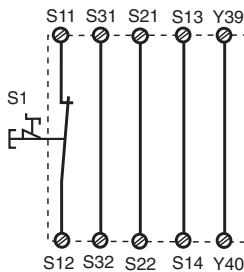
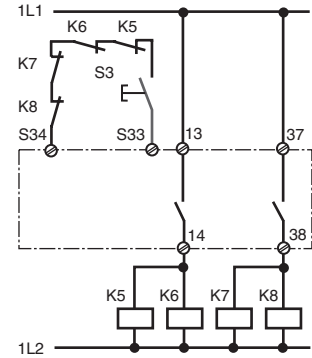

Fig. 2: Eingangskreis einkanlig, automat. Start/Single-channel input circuit, automatic reset/Commande par 1 canal, validation automatique
Fig. 10: wie Fig. 9 mit überwachtem Start/ connection for contactors/relays and monitored reset/comme Fig. 8 avec surveillance du poussoir de validation
In Fig. 2 ... Fig. 10 sind Anschlussbeispiele für NOT-AUS-Beschaltung mit automatischem und überwachtem Start, Schutztürsteuerungen sowie Kontaktvervielfachung durch externe Schütze.
- Fig. 2 und 7: **keine** Verbindung S33-S34. Das Gerät startet bei Spannungsausfall und -wiederkehr automatisch. Verhindern Sie einen unerwarteten Wiederanlauf durch externe Schaltungsmaßnahmen.
In Fig. 2 ... Fig. 10 are connection examples for Emergency Stop wiring with automatic and monitored reset. Safety gate controls as well as contact expansion via external contactors.
- Fig. 2 and 7: S33-S34 **not** connected. The device starts automatically after loss of power. You should prevent an unintended start-up by using external circuitry measures.
Les figures 2 à 10 représentent les différents câblages possibles du PNOZ XV2P à savoir : poussoir AU avec réarmement automatique ou auto-côntrolé, interrupteurs de position et augmentation du nombre de contacts de sécurité par contacteurs externes.
- Fig. 2 et 7: **pas** de câblage sur S33-S34. L'appareil se réarme automatiquement après une coupure et une remise sous tension. Evitez tout risque de redémarrage par un câblage externe approprié.